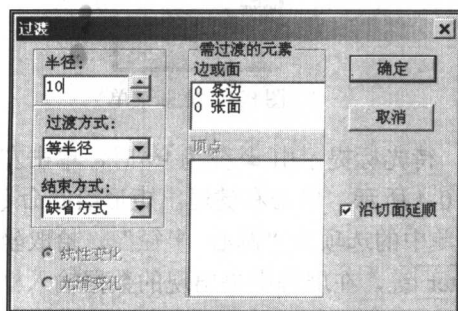

图 0-8 过渡对话框
- ① 单击“过渡”按钮，系统弹出“过渡”对话框，如图 0-8 所示。